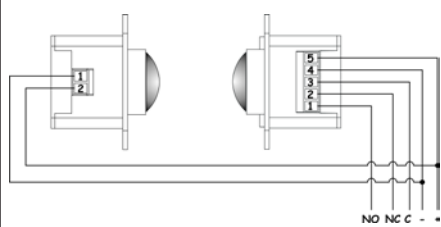

Fig. 13
- Una coppia di fotocellule per pilotare un contatto elettrico (fig. 13).